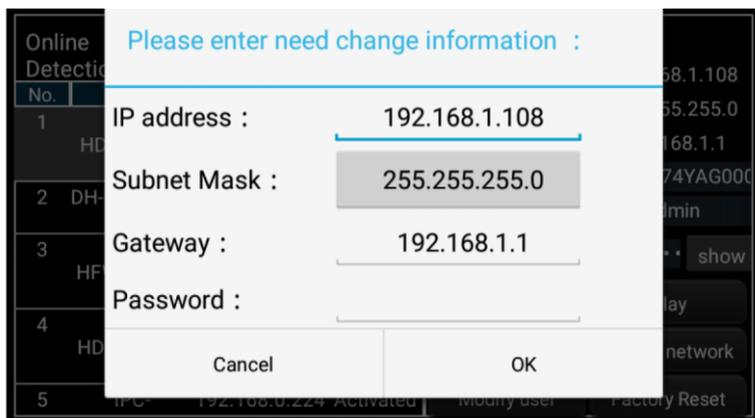

Рис. 164 Изменение сетевых настроек
5. Для изменения сетевых параметров нажмите кнопку Modify network (Изменить сетевые параметры). Здесь можно задать IP адрес, маску подсети и шлюз, рис. 164